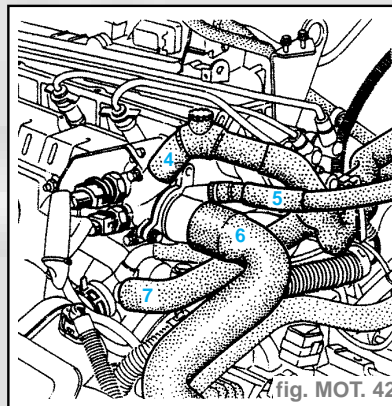

fig. MOT. 42
- les durits 4, 5, 6 et 7 (fig. MOT. 42),
- les vis de culasse sauf la vis (F) que l'on déblocquera seulement (utiliser